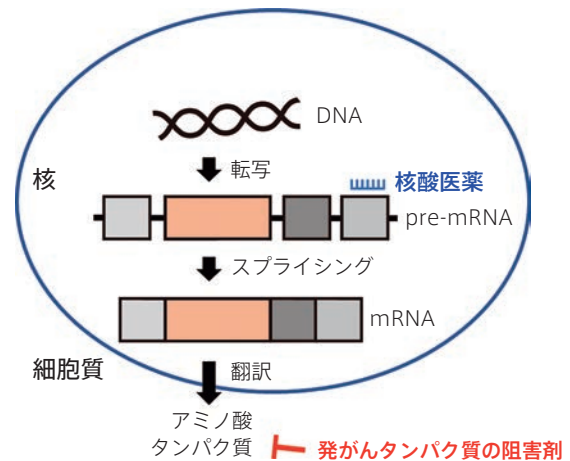

図1 低分子化合物と核酸医薬の標的
肺がんは最も死亡者の多いがん種で、日本だけで1年間に約13万人が罹患し、7万人が亡くなります。肺がんのうち約7割を占める肺腺がんでは、EGFR, EML4-ALKなどの発がんドライバー遺伝子異常が発見され、これらの発がんタンパク質を標的とした低分子化合物によって「がん細胞だけを攻撃する」理想的な分子標的治療が確立しています(図1)。しかし、一度劇的に効いてもがんはあらゆる薬剤に対して次第に耐性を獲得して効かなくなってしまうため根治はできないのが現状です。薬剤耐性機序は大きく①標的遺伝子の二次変異によって標的タンパク質の薬剤結合ポケットの構造が変わり、薬が結合できなくなるもの、②標的遺伝子とは別の発がん遺伝子異常からの増殖シグナルによるもの、③腺がんから他の病理組織型に転換するものなどに分類されます。